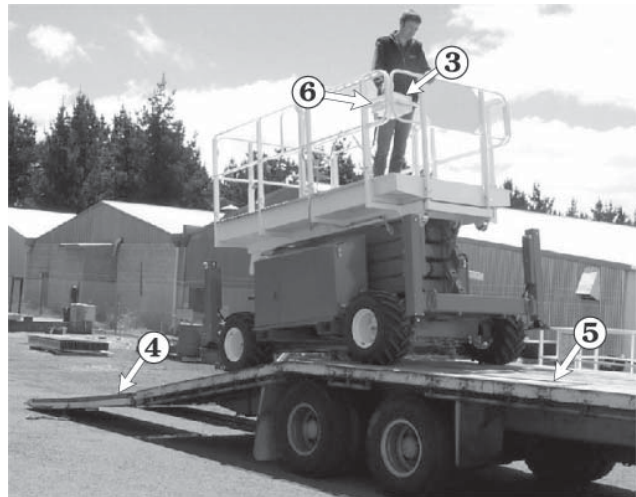

Abb. 10.5
6. Fahren Sie die RT mit Hilfe der Joystick-Steuerung ③ langsam und gerade auf die Rampe ④ und den Anhänger ⑤ (siehe Abb. 10.5).
7. Wenn die RT auf dem Anhänger ist, den **Notausschalter** ⑥ (siehe Abb. 10.5) am Plattform-Bedienfeld hineindrücken (AUS).